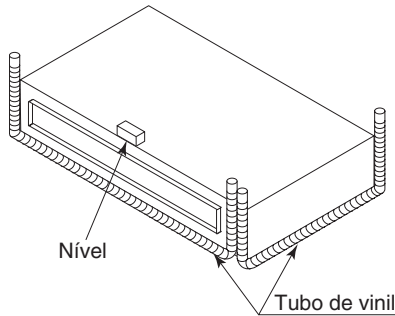

Fig. 3-12
- Certifique-se de que instala a unidade niveladamente utilizando um nível ou um tubo flexível de vinil cheio com água. Quando utilizar um tubo flexível de vinil em vez de um nível, ajuste a superfície superior da unidade com a superfície da água em ambas as extremidades do tubo flexível de vinil e, em seguida, ajuste a unidade horizontalmente. (Deve-se observar cuidadosamente se a unidade está instalada de modo que a sua inclinação não esteja na direcção da tubagem de drenagem, pois isso poderia causar um vazamento.) (Fig. 3-12)